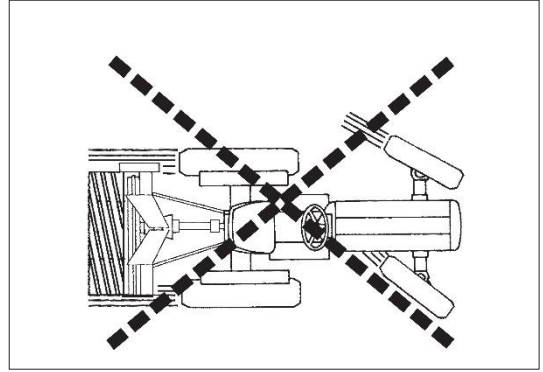
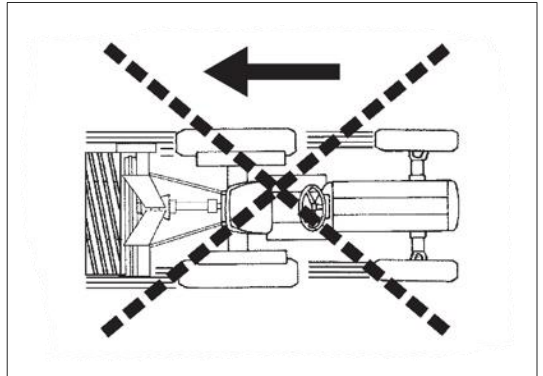

図 54
図 55
- 決して後進しながら、作業を行わないでください。(図 54、図 55)